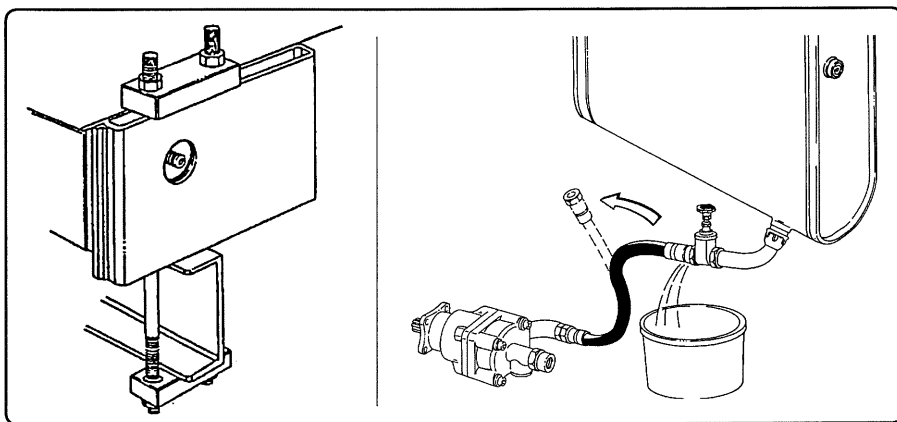

fig. 8.17.1
8.5.9 - Serraggio dei tiranti di ancoraggio (fig. 8.17.1)
8.5.9 - Tightness of the tie-rods holding down the crane (fig. 8.17.1)
8.5.10 - Spurgo dell'impianto idraulico (fig. 8.17.1)
8.5.10 - Bleeding the hydraulic system (fig. 8.17.1)